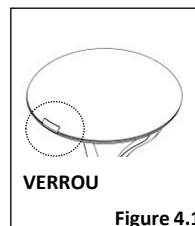

Figure 4.1
- Appuyez sur le verrou et tirez le couvercle vers le haut pour accéder au compartiment électrique. [Fig 4.1]